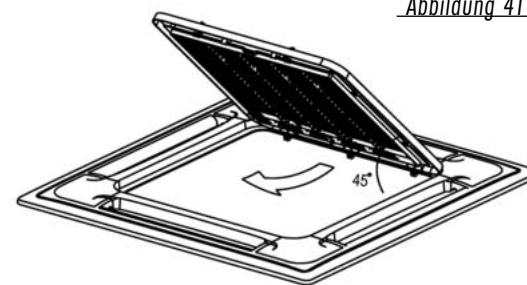

Abbildung 41
- Ziehen Sie das Gitter hoch bis zu einem Winkel von ungefähr 30° und nehmen sie es heraus. (Siehe Abb. 41)